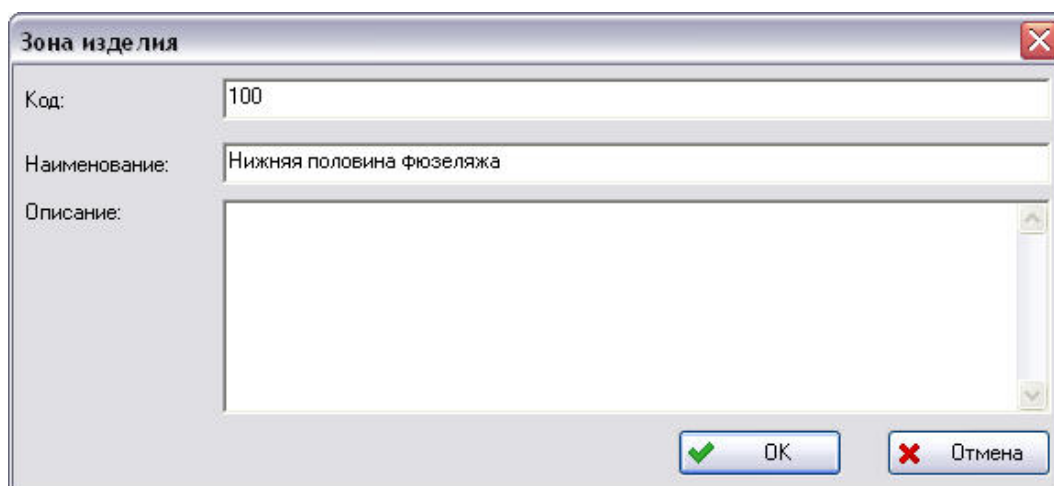

Рис. 3-10
1. Нажмите кнопку **Добавить**, после этого откроется окно **Зона изделия**, показанное на рис. 3-10.